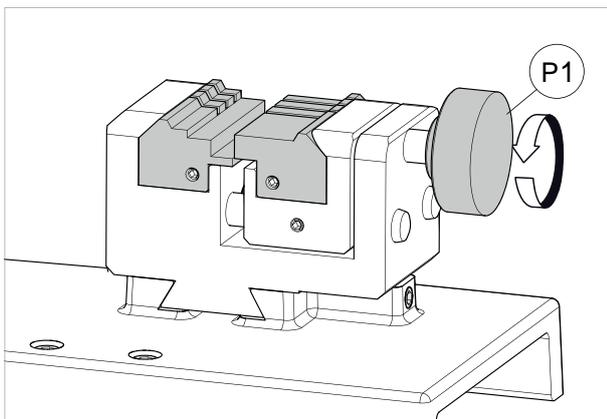

Fig. 53
- 2) Desenroscar el pomo (P1) dándole unas vueltas (Fig. 53).